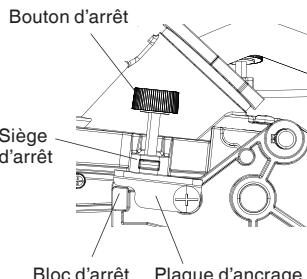

Fig. 19-b
15. Réglage de la profondeur de coupe (Fig. 19-b)